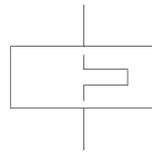

图 11-41 热继电器驱动器件
(6) 修剪图形。单击“修改”工具栏中的“修剪”按钮和“打断”按钮，对直线 5 的多余部分进行修剪和打断，绘制的热继电器驱动器件如图 11-41 所示。